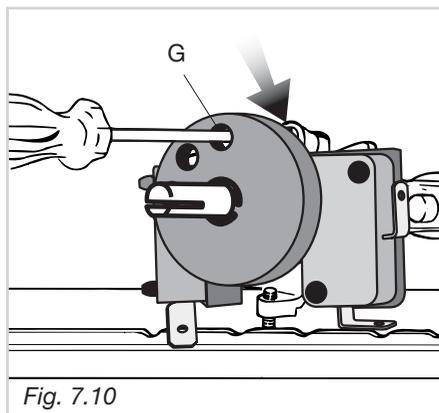

Fig. 7.10
- Sfilare la manopola del termostato e passando attraverso il foro del frontale con un cacciavite a taglio, svitare di circa un giro la vite by-pass G (fig. 7.10).
- Avvitare lentamente la vite by-pass G (fig. 7.10) fino all'ottenimento di una fiamma lunga 3-4 mm.